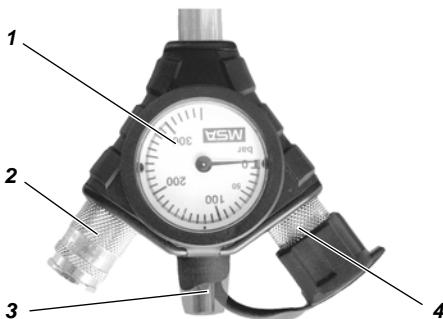

Fig. 3 Combo manometer
Combo manometeret (se Fig. 3) tilsluttes for enden af multikanal-slangen. Det består af selve manometeret (1), koblingen til lungeautomaten (2) og en akustisk advarselsanordning (3) (fløjte). Den udsender et kostant advarselssignal, når flasketrykket falder under 55 ± 5 bar. Med redningstilslutningen (4) kan man tilslutte en yderligere lungeautomat (f.eks. et ekstra-udstyr).